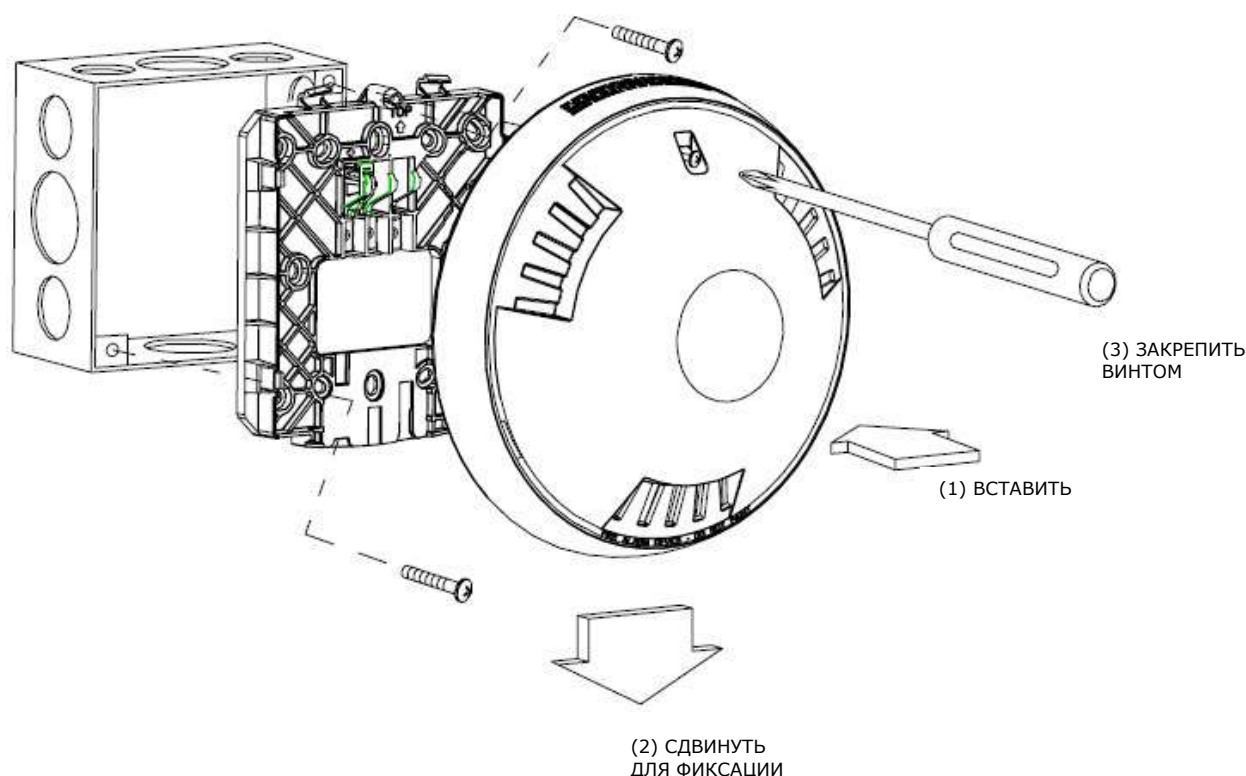

Рис.4. Монтаж
1. Установите монтажную базу, как показано на Рис.4, в утопленную электромонтажную коробку одиночной или удвоенной ширины или в квадратную 4-х дюймовую коробку и закрепите ее с помощью винтов.